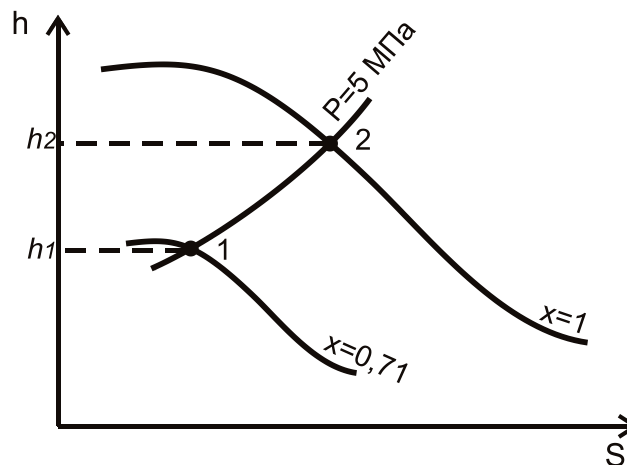

Рис. 1.30
*Решение.* На  $hs$ -диаграмме находим изобару (рис. 1.30), соответствующую давлению 5 МПа (50 бар). При любой степени сухости, меньшей единицы, определяем точку 1 на этой изобаре. Точка 2 будет лежать на пересечении заданной изобары с верхней пограничной кривой  $x = 1$ . Определяем энтальпии пара в этих точках.